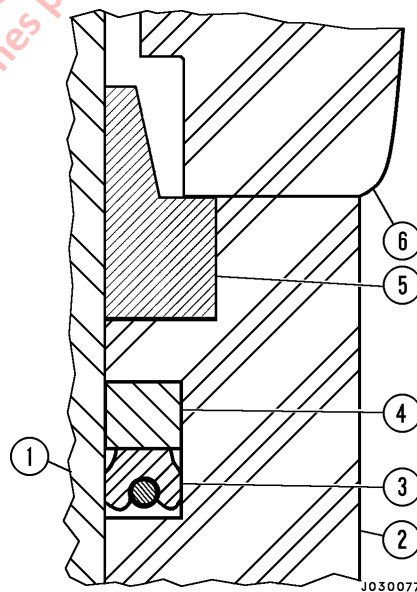

FIGURA 3-6. MONTAJE DEL SELLO DEL CUERPO DE LA VÁLVULA
1. Instale primero el sello poly-pak (3, Figura 3-6) en la ranura del sello. Ponga el sello en la ranura de manera que la junta tórica interna, que está dentro del sello poly-pak, mire hacia el fondo de la válvula.